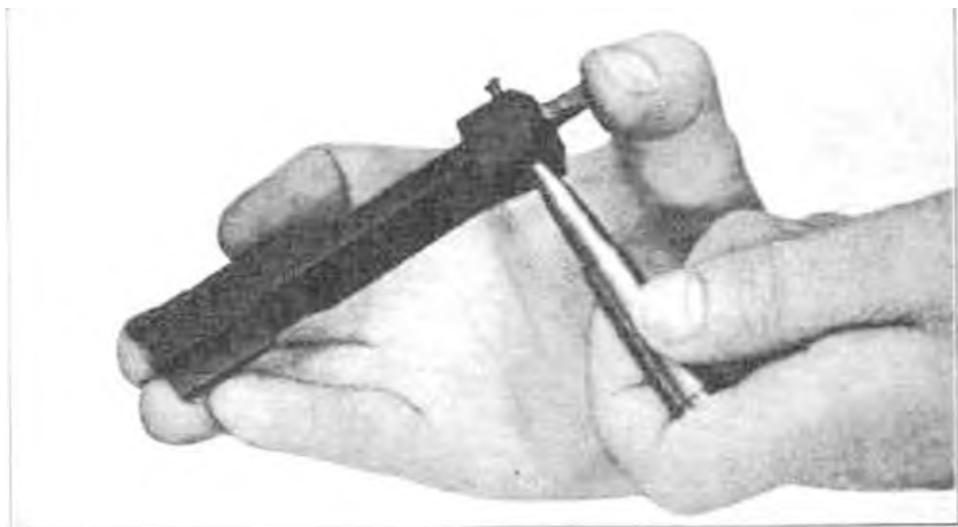

Рисунок. 5.21 – Видалення бійка
- 1) натисніть на задній кінець ударника і виштовхніть його стопорний штифт. Якщо штифт не випадає легко, виштовхніть його носиком патрона (рисунок 5.21);